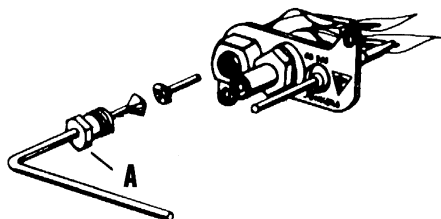

Fig.5
De spanmoer (A) van de waakvlamleiding losdraaien, en de leiding uit de waakvlambrander trekken (fig. 5). Het gemonteerde spuitstukje nazien en indien nodig vervangen door een nieuw. Controleer het codenummer (zie technische gegevens). Vervolgens de waakvlamleiding weer monteren.
Dévissez l'écrou (A) autour de la conduite de la veilleuse, et retirez la conduite (fig. 5).